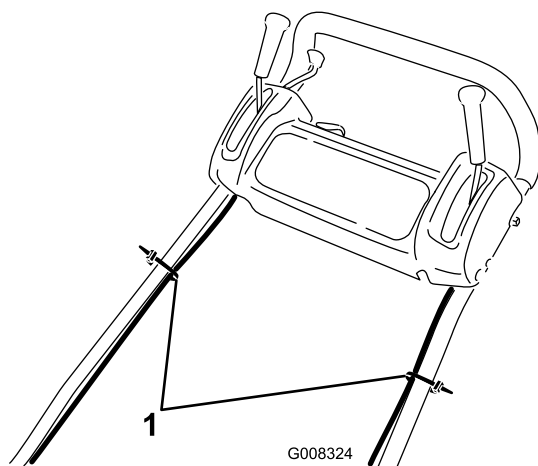

Figura 4
9. Fissate i cavi alla stegola con gli appositi morsetti (Figura 4).